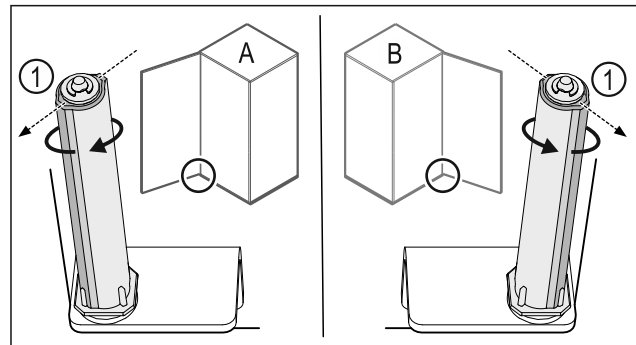

Fig. 43 Μεντεσέδες αριστερά (A) / Μεντεσέδες δεξιά (B)
- ▶ Περιστρέψτε το σύστημα κλεισίματος κόντρα στην αντίσταση, μέχρι ο κορμός του συστήματος κλεισίματος *Fig. 43 (1)* να είναι στραμμένος προς τα έξω.